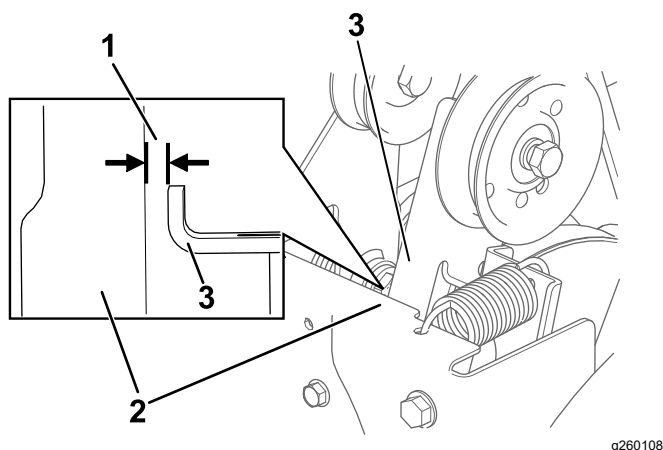

Рисунок 35
3. При отпущенном рычаге шнека/крыльчатки убедитесь, что зазор между рычагом муфты шнека и рамой машины составляет 1,5 мм как показано на (Рисунок 35).